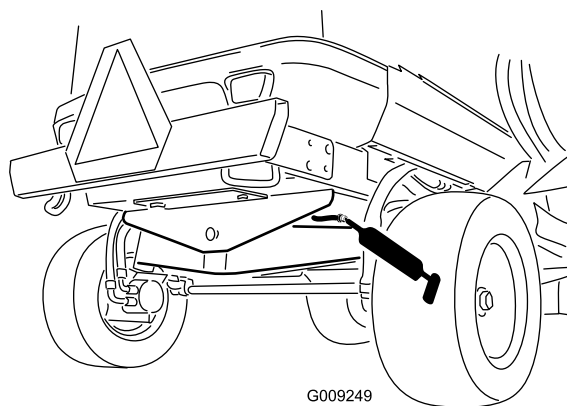

Figura 79
- 1 casquilho da articulação do eixo traseira (Figura 79)